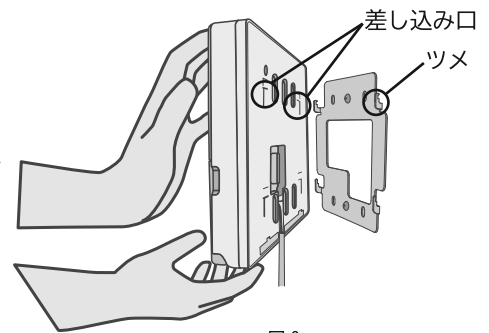
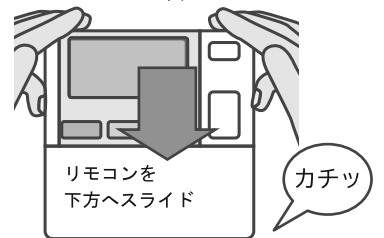

図3
図4
- ③リモコンケース裏面の差し込み口に、リモコン取付板のツメを引っ掛け、(図3) リモコンを下方にスライドさせ、リモコン取付板にリモコンを固定してください。(図4)
- ④リモコンコードを壁に固定して貯湯ユニットまで配線してください。
- ④リモコンコードを端子台に接続してください。
- ⑤リモコンケース裏面の差し込み口に、リモコン取付板のツメを引っ掛け、(図3) リモコンを下方にスライドさせ、リモコン取付板にリモコンを固定してください。(図4)